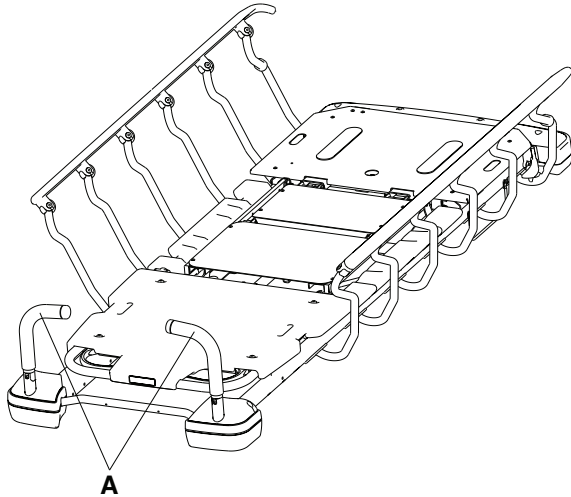

Abbildung 9 – Positionieren der Kopfende-Schiebegriffe
1. Die Griffe (A) vom Kopfende des Produkts nach oben schwenken (Abbildung 9).